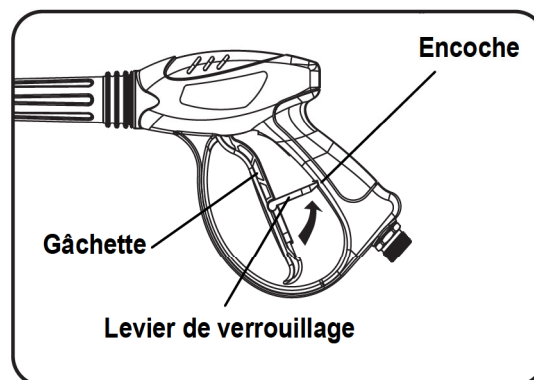

Fig. 14
E. UTILISATION DE LA LANCE (Voir fig. 14)